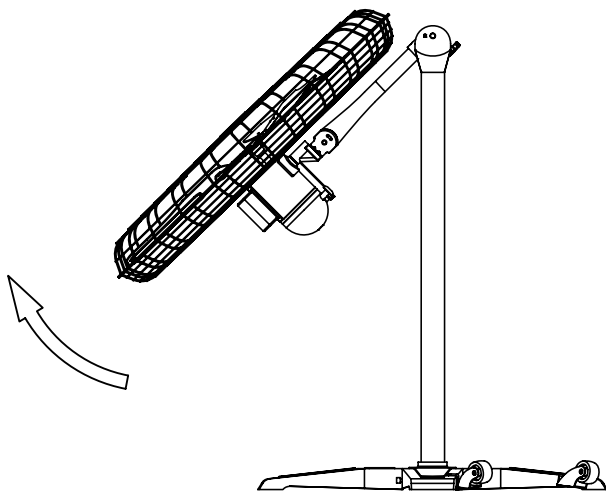

Figura 7
6. Levanta el cabezal del ventilador hasta que se escuche un click y se detenga. (Figura 7)